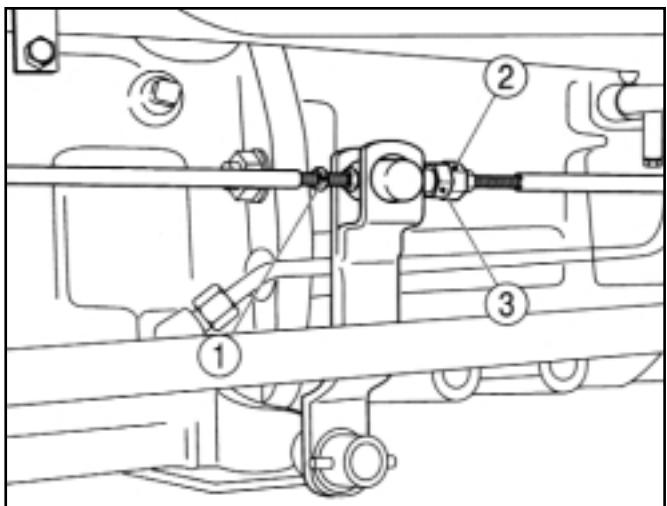

FIG. 119 / ABB. 119 / FIG. 119
Desserrez les contre-écrous (1) (filet droit) et (2) (filet gauche). Réglez le tendeur (3) de façon à ce que le jeu soit correct (Fig. 119).
Die Sicherungsmutter (1) (Rechtsgewinde) und Sicherungsmutter (2) (Linksgewinde) lockern. Den Spanner (3) drehen, bis das korrekte Pedalspiel resultiert (Abb. 119).
Schroef contramoer met rechtse draad (1) en contramoer (2) met linkse draad los. Pas de spanschroef (3) aan om de speling te corrigeren (Fig.119).